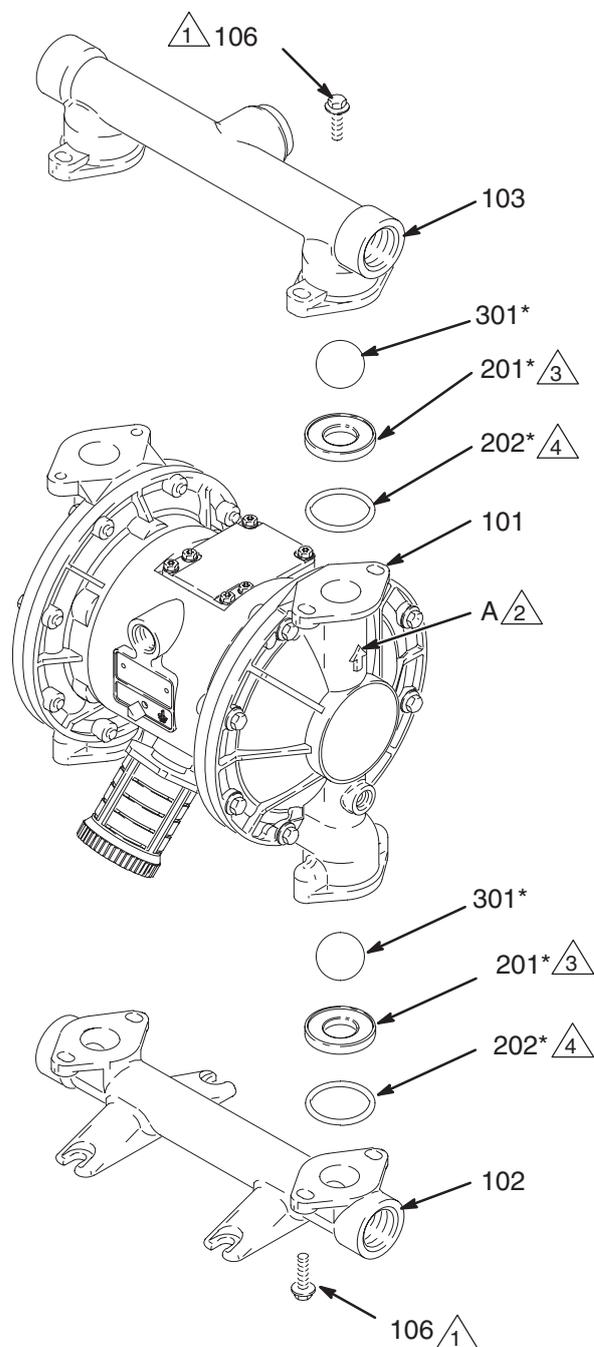

Fig. 12
3. À l'aide de la clé à pipe de 10 mm, retirer les quatre boulons (106) et leurs écrous (114, *utilisés exclusivement sur les modèles de pompes en acier inoxydable*) maintenant le collecteur de sortie (103) sur les couvercles à produit (101). Voir fig. 12.
4. Retirer les joints toriques (202, *non utilisés sur certains modèles*), les sièges (201), et les billes (301) du collecteur (103).
5. Retourner la pompe et retirer le collecteur d'entrée (102). Retirer les joints toriques (202, *non utilisés sur certains modèles*), les sièges (201), et les billes (301) des capots du circuit (101).
2. Remonter dans l'ordre inverse du démontage en suivant toutes les annotations de la fig. 12. Veiller à ce que les clapets à bille et les collecteurs soient montés **exactement** comme illustré. Les flèches (A) sur les couvercles à produit (101) **doivent** être pointées sur le collecteur de sortie (103).
- 2 La flèche (A) doit être tournée vers le collecteur de sortie (103).
- 3 La surface biseautée du siège doit être face à la bille (301).